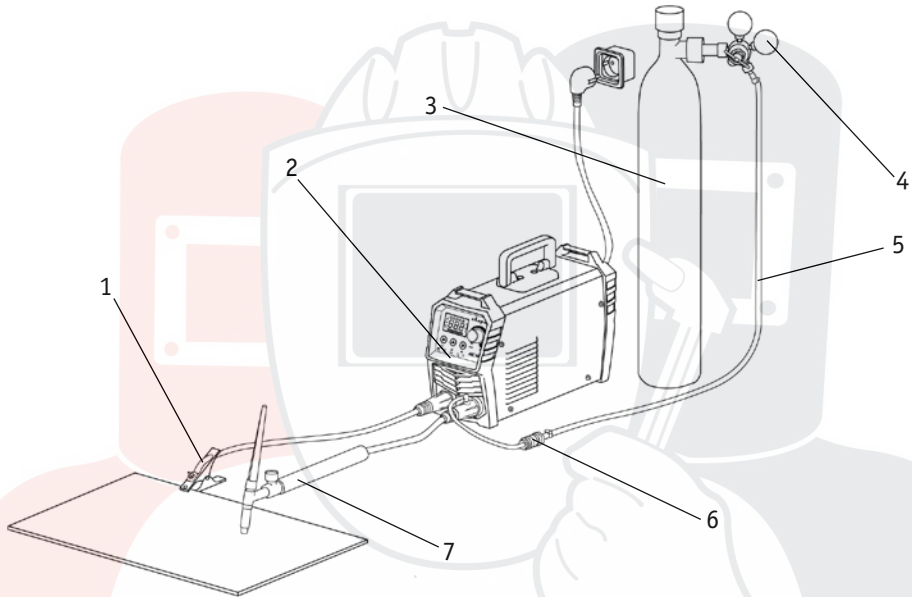

Рис. 11.1. Схема подключения оборудования.
2. На передней панели сварочного аппарата имеется два панельных разъёма: «+» и «-». Подключите вентильную горелку для аргонодуговой сварки в разъём «-», а клемму заземления подключите в разъём «+» (См. рис. 11.1).